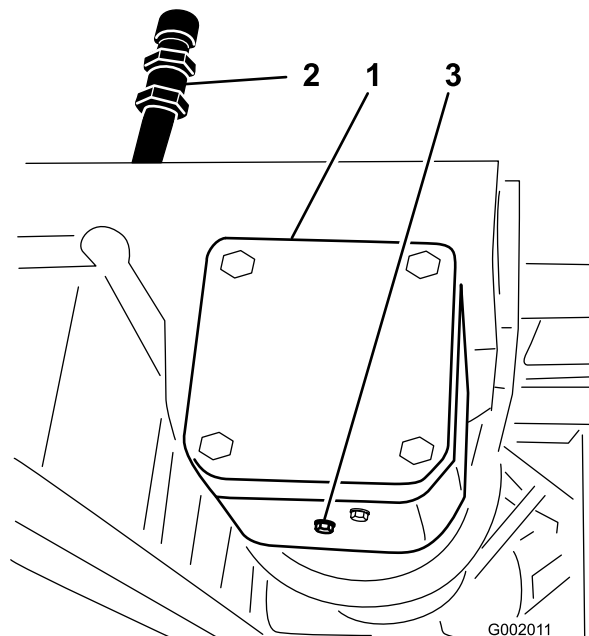

Figura 69
2. Coloque um recipiente de escoamento debaixo do bujão de drenagem da caixa de velocidades da accionamento da bomba (Figura 69).
3. Retire o bujão de enchimento e escoamento (Figura 69), para permitir a drenagem do óleo para o recipiente.